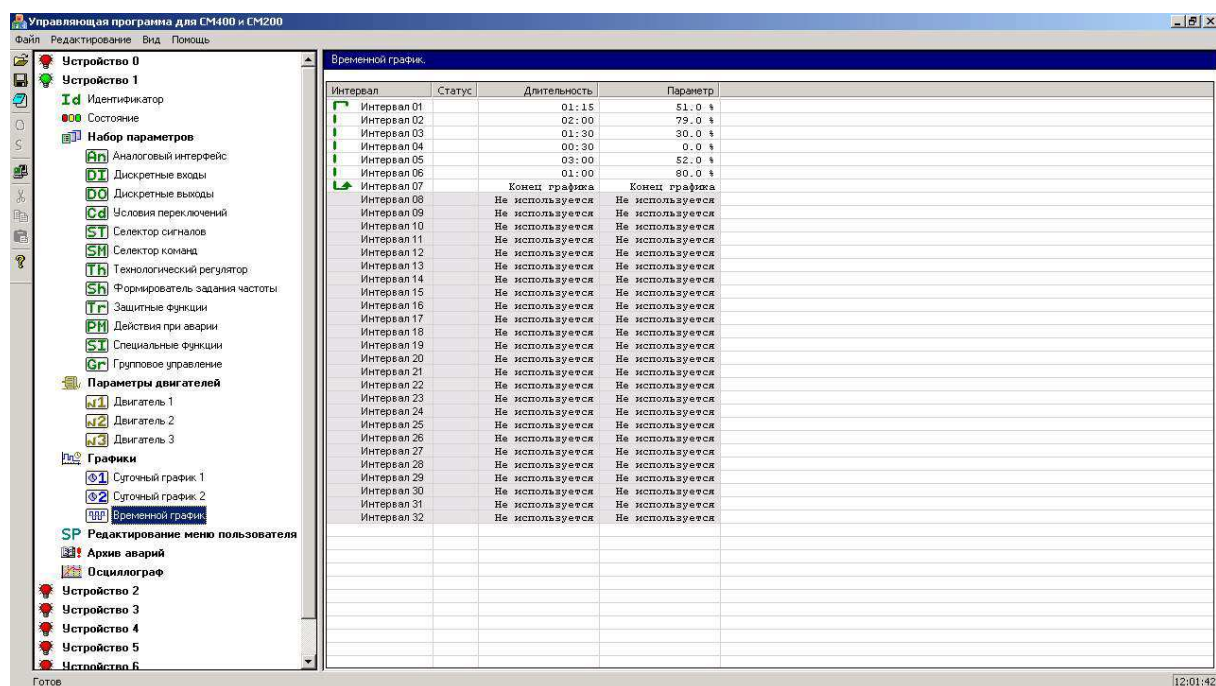

Рисунок 4-22. Окно отображения временного графика.
-  **Временной график.** (см. рис. 4-22).